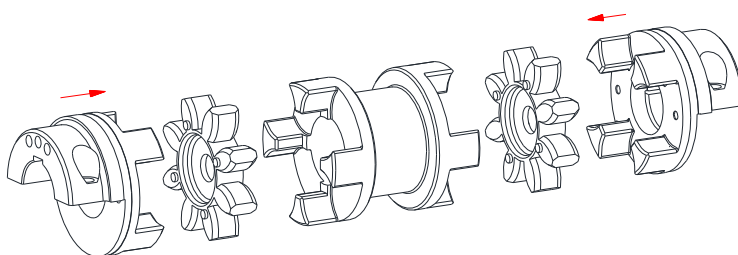

Figura 12: Montaje de los mangones, estrellas y espaciador DKM-H
- Monte las partes del mangón junto con las estrellas y el espaciador DKM-H (véase figura 12).